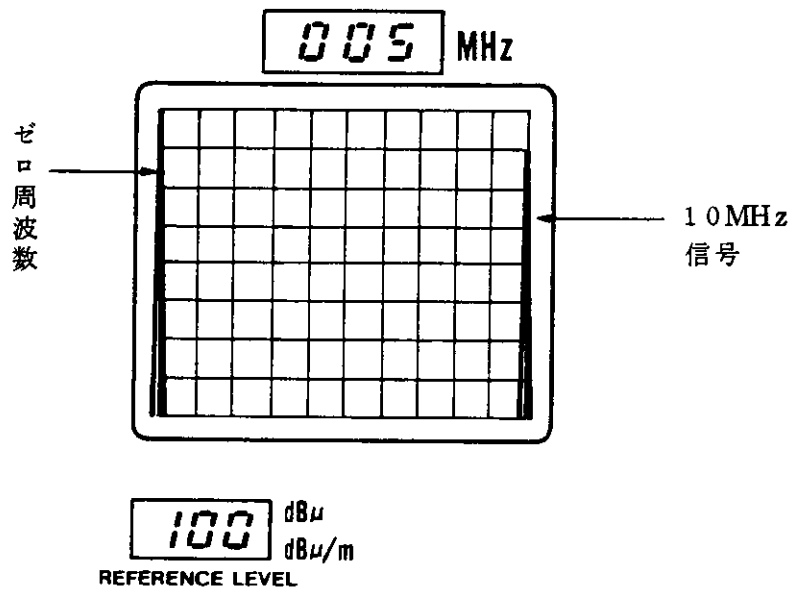

図 5-10 スキャン・リニアリティの試験
3. **TUNING** つまみをまわして、ゼロ周波数を CRT ディスプレイの一番左の線に合わせます。〔図 5-10〕